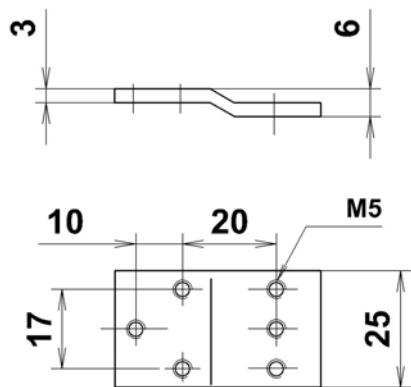
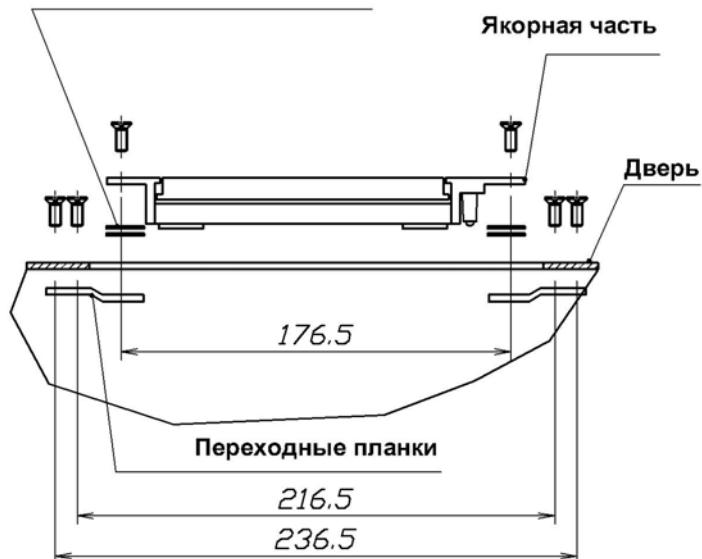

Рис. 6
Рис. 7
- 5.6 Для монтажа ЗАМКА в металлические двери используются переходные планки (рис. 6) Монтажный комплект с планками и винтами поставляется отдельно. Пример монтажа якорной части в металлическую дверь показан на рис. 7. Крепление осуществляется винтами M5x12 из комплекта монтажа.